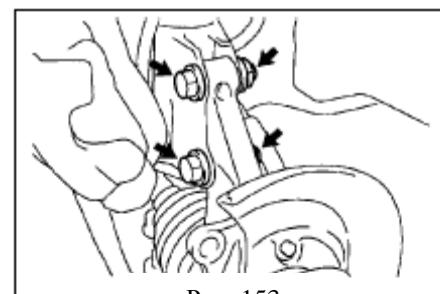

Рис. 153
- 10. Демонтируйте левый передний амортизатор,** открутите 2 болта как указано на рисунке(рис. 153)